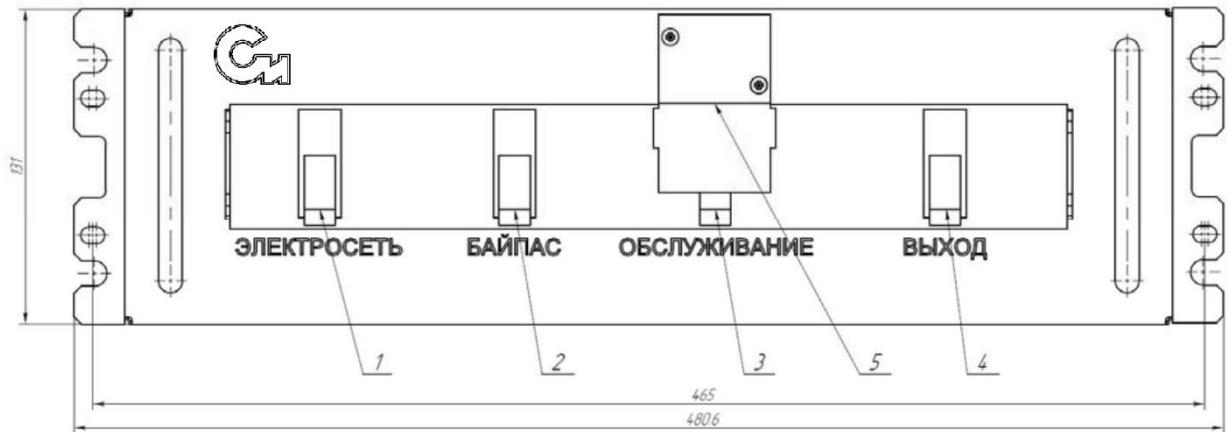

Рис. 1.
2.7 Общий вид и габаритные размеры ББ приведен на рис.1.
5.1 Конструктивно ББ выполнен в виде съемного блока (крейта) прямоугольной формы с присоединительными и установочными размерами, соответствующими ГОСТ 28601-90. Общий вид и габариты ББ приведены на рис.1.